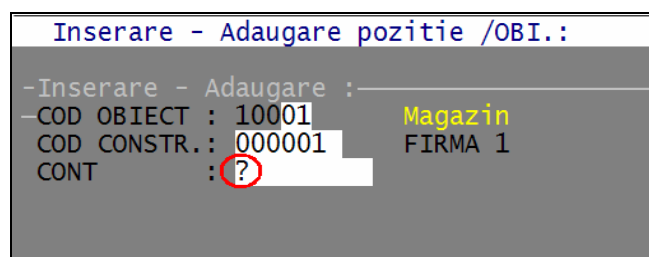

Figura 7: Adaugarea unei categorii de cheltuieli la devizul pe investitie.
4. Alegem contul cheltuielii de tip „Proiectare si engineering”. Pentru că nu stim pe de rost contul, afisăm lista conturilor prin introducerea simbolului „?” [urmată de <Enter>] ca in Figura 7